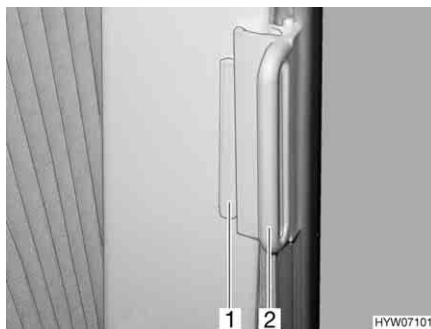

Fig. 62 Tendina oscurante pieghevole, aperta
- Aprire le tendine oscuranti pieghevoli per il finestrino del guidatore e del passeggero e spingerle nell'impugnatura della guida degli oscuranti (Fig. 62,2) sul sopralzo (Fig. 62,1).